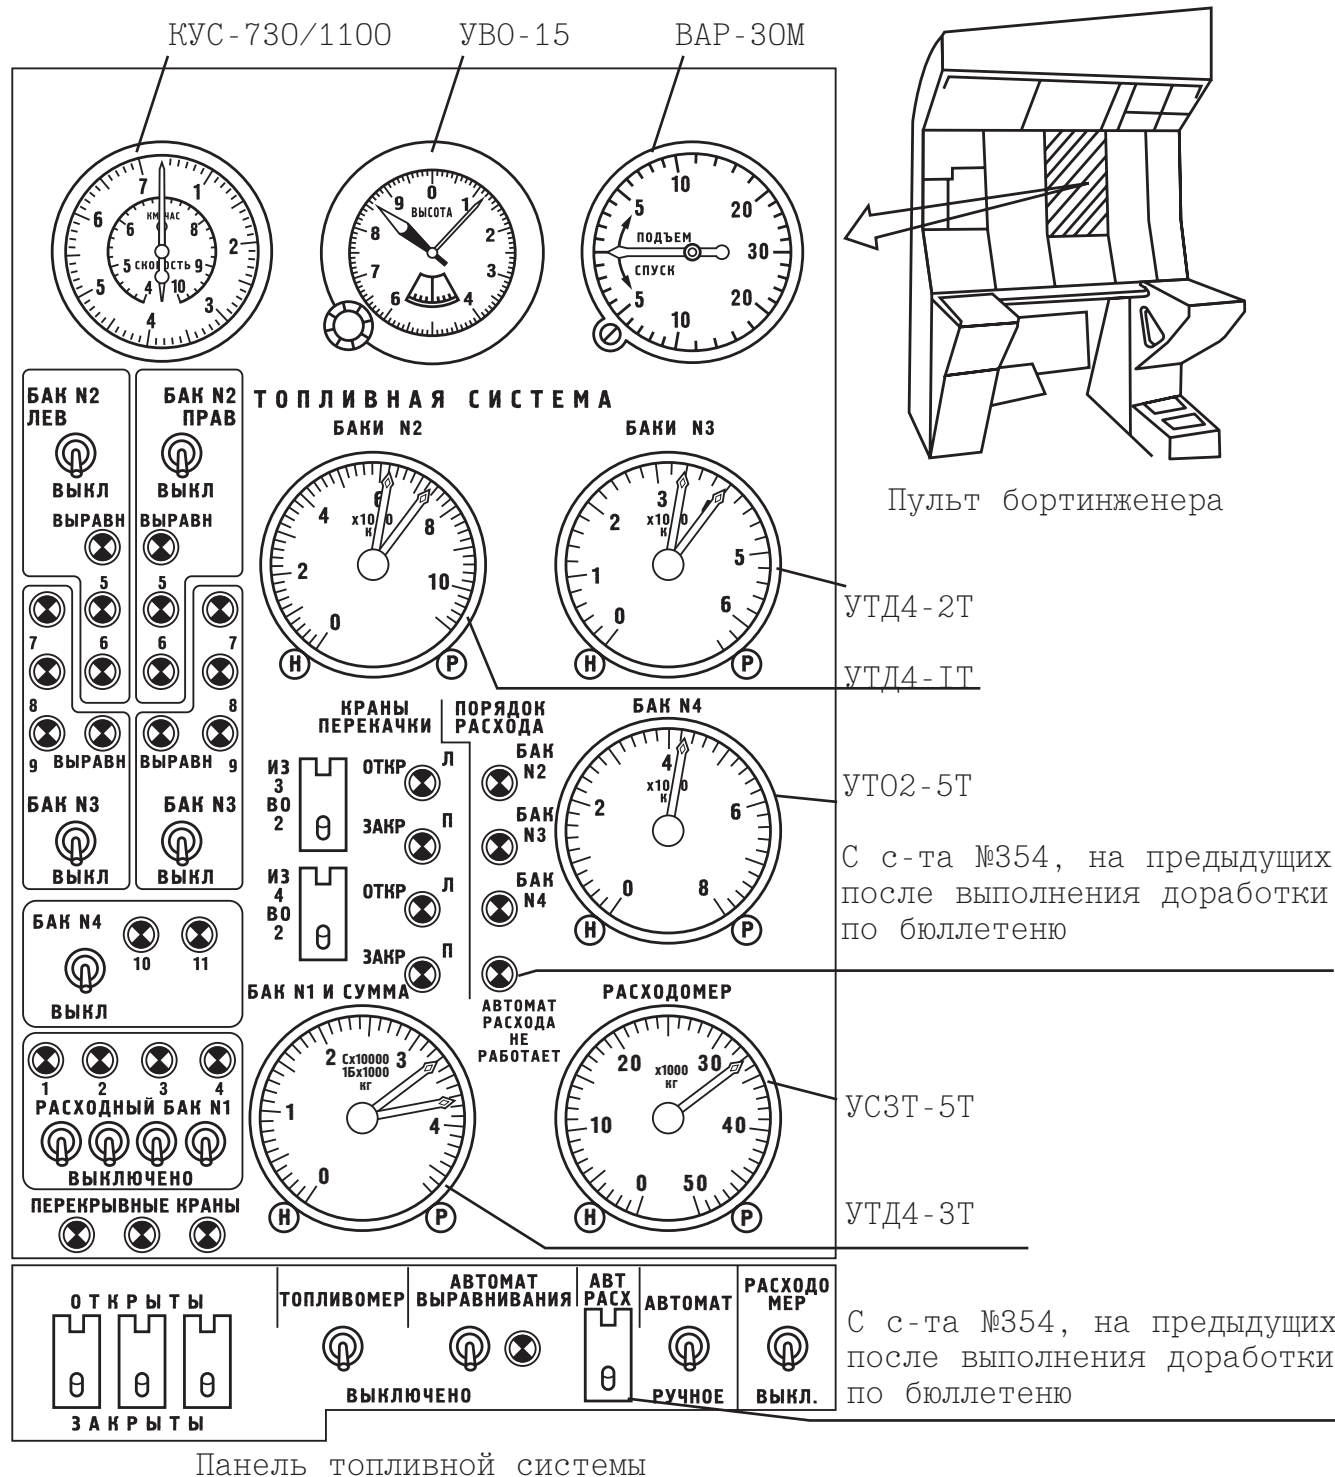

Рис. 4.3.2-1. Органы контроля и управления топливной системой
(7) Автоматика топливной системы обеспечивает:
- управление выработкой топлива по программе, указанной в пункте (6);
(8) Расходомер обеспечивает:
(9) Управляет топливной системой бортинженер, см. рис. 4.3.2-1.